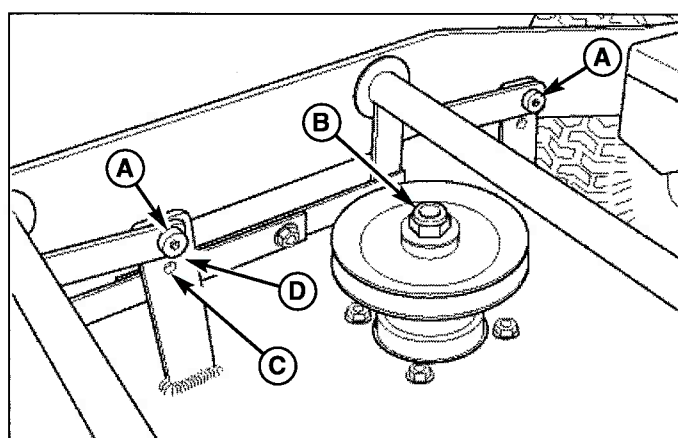

Figure 12. Position de la poulie et du pivot
2. Enlever l'écrou de mandrin (B, Figure 12) attachant la poulie au mandrin. Enlevez la poulie et la clé. Mettre les intercalaires de poulie dans la bonne position par rapport au niveau de coupe. Remettre la poulie et la clé. Remettre en place l'écrou et serrer à 115-122 Nm (85-90 ft. lbs.).
3. Enlever les boulons et les écrous des pivots (A, Figure 12) et remettre en place correctement par rapport au niveau de coupe. Remettre en place les boulons et les écrous et bien les serrer.